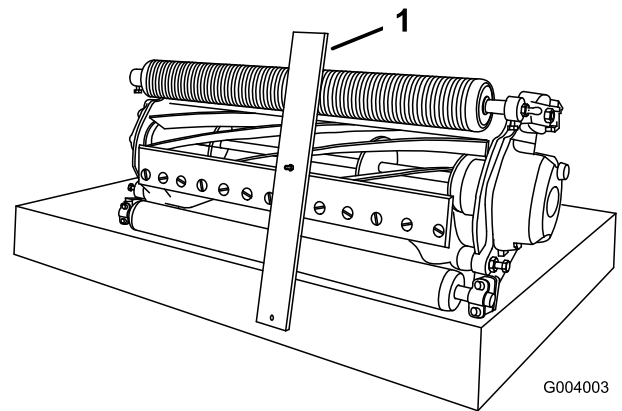

Figura 15
2. Enganche la cabeza del perno del indicador de altura de corte sobre el lado derecho del filo de corte de la contracuchilla y apoye el extremo trasero de la barra sobre la parte trasera del rodillo (Figura 15).